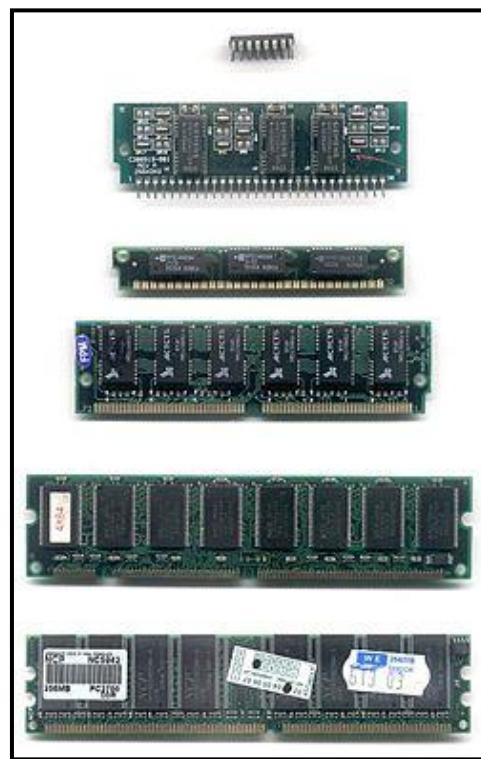

Figura 1.11 - Foto com diversos tipos de memórias RAM.
- **Memórias Voláteis:** são as que requerem energia para manter a informação armazenada. São fabricadas com base em duas tecnologias: *dinâmica* e *estática*. A dinâmica é a mais de menor custo entre a esse tipo de memória. São popularmente conhecidas como Memória RAM (do inglês *Randomic Access Memory* - Memória de Acesso Aleatório), que significa que os dados, nela armazenados, podem ser acessados a partir de qualquer endereço. As memórias RAM se contrapõem com as de acesso sequencial, que exigem que qualquer leitura/escrita seja feita a partir do primeiro endereço e, sequencialmente, vai “pulando” de um em um até atingir o endereço desejado. Na realidade, existem outras memórias de acesso aleatório nos computadores, inclusive não-voláteis, portanto, é importante ter o conhecimento de que o nome RAM é apenas uma popularização do nome da memória principal dos computadores, utilizada para armazenar os programas e dados no momento da execução. (Figura 1.11)